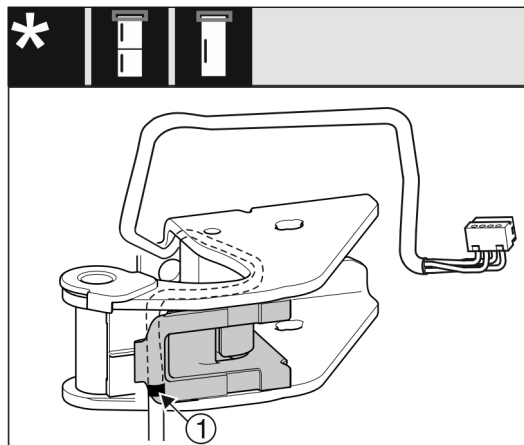

Fig. 29
- ▶ Prostřední značka Fig. 29 (1) přitom musí být na hraně držáku kabelu.